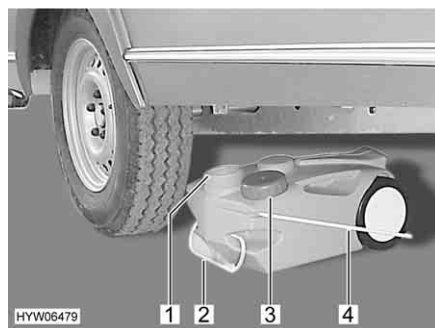

Fig. 183 Serbatoio delle acque grigie, mobile
- Chiudere l'apertura del serbatoio delle acque grigie (Fig. 183,1) con il coperchio (Fig. 183,3).
- Estrarre il serbatoio delle acque grigie tramite la maniglia (Fig. 183,2).
- Sollevare verso l'alto la maniglia da asporto (Fig. 183,4) e posizionare verticalmente il serbatoio delle acque grigie.